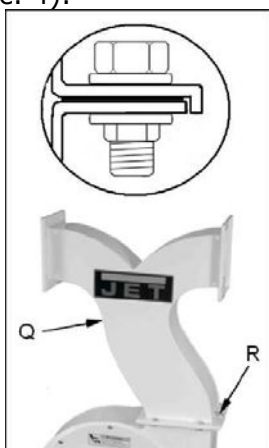

Рис. 4
С помощью 6 шестигранных винтов, шайб и гаек (R) установите соединительный кронштейн (Q, Рис. 4).